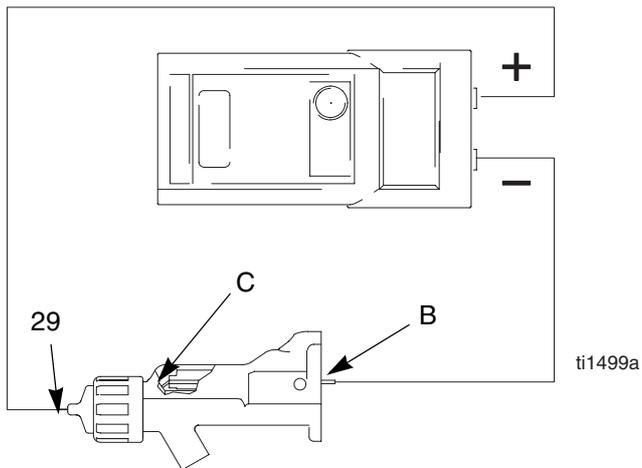

Abb. 8. Elektrodenwiderstand prüfen
1. Eine Meßspitze (B) in den Pistolenkörper (der für den Test der Hochspannungseinheit entfernt wurde) einführen und gegen den Metallkontakt (C) vorne am Pistolenkörper drücken.
2. Den Widerstand zwischen der Meßspitze (B) und der Elektrode (29) messen. Der Widerstand sollte zwischen 20 und 30 Megaohm liegen. Siehe Abb. 8.